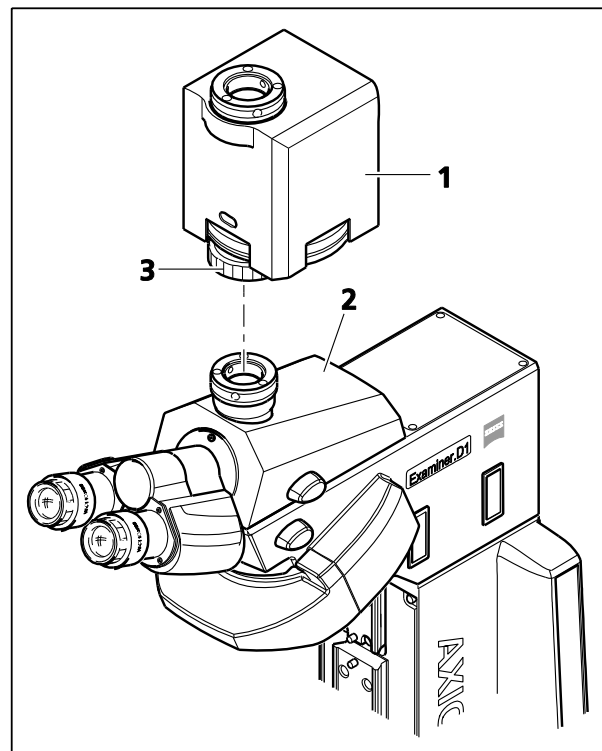

Figure 3-35 Mise en place du changeur de grossissement
- Si nécessaire, retirer l'appareil photo avec adaptateur (ou le capuchon anti-poussière) de la prise pour appareil photo du phototube (Figure 3-35/2).
- Placer le changeur de grossissement (Figure 3-35/1) sur la prise pour appareil photo, l'aligner et le fixer avec l'écrou de raccordement (Figure 3-35/3).